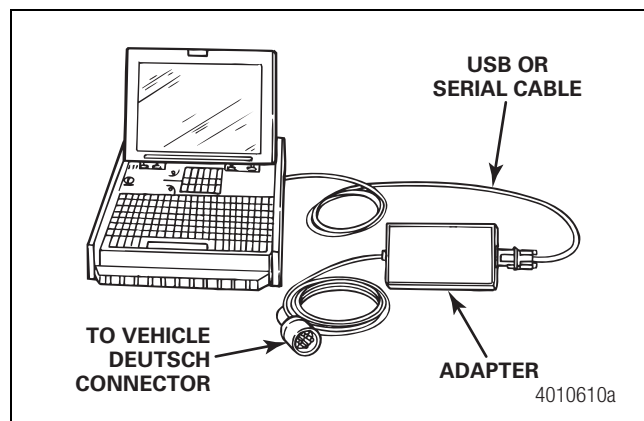

Figura 3.1
- Conecte el cable de diagnóstico Deutsch del adaptador al vehículo. Figura 3.1.